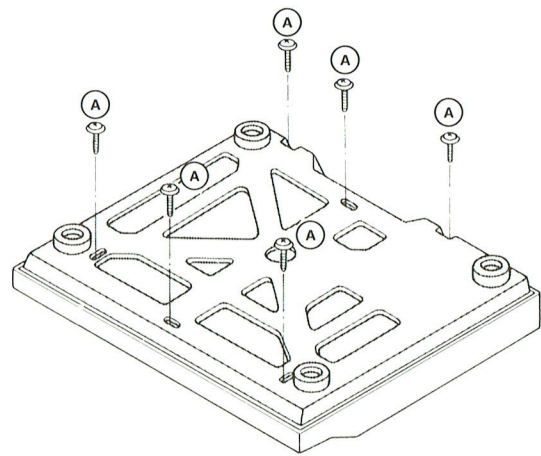

Abb. 1
1. Abnehmen der Bodenplatte (Abb. 1)